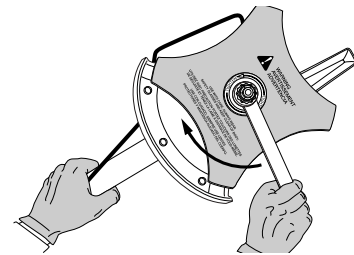

Figure 14
- Maintenez la tige de blocage en place en la saisissant près du bras de l'appareil (Fig. 14).
- Tenez la tige de blocage et desserrez l'écrou de la lame en le tournant à droite avec une clé fermée ou à douille de 5/8 pouce (Fig. 14).